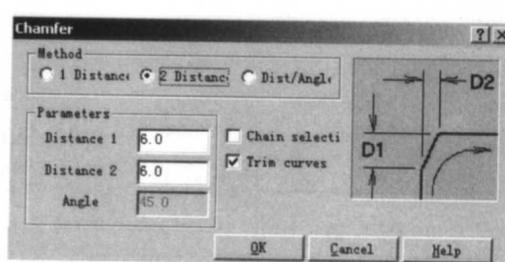

图 1-37
(10) 倒角功能增加了一个对话框，如图 1-37 所示，单击 Chamfer (倒角) 选项，打开该对话框，选择上面的 2 Distance 选项，再输入参数。